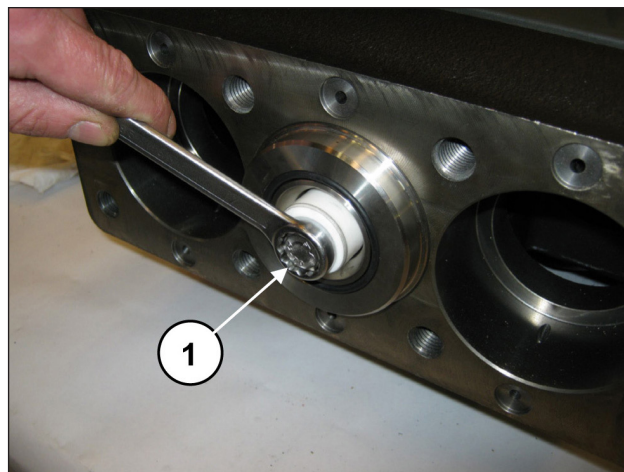

Fig. 172
Provvedere allo smontaggio dei pistoni svitando le viti di fissaggio (pos. ①, Fig. 172).